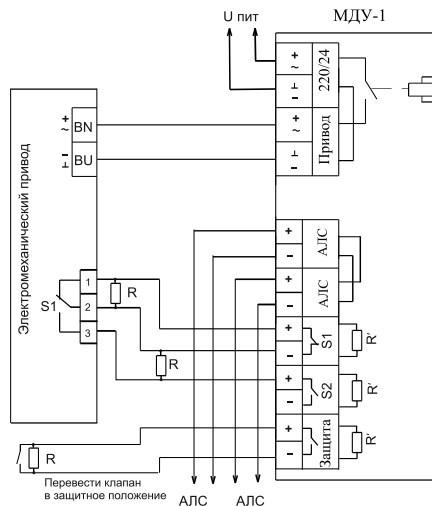

Рисунок 3
- Электромагнитный (с ручным возвратом в нормальное положение) – рисунок 3